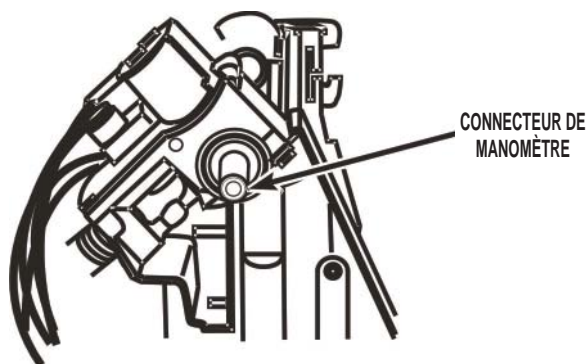

FIGURE 10
- Insérer le connecteur de manomètre; serrer à la force des doigts. Voir *Figure 10*.